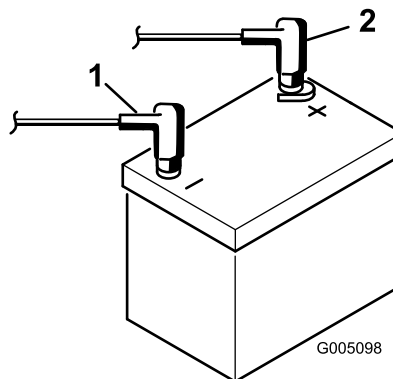

Рисунок 7
9. Установите положительный кабель (красный) на положительную клемму (+), а отрицательный кабель (черный) на отрицательную (-) клемму аккумуляторной батареи и закрепите их болтами и гайками (Рисунок 7). Наденьте на положительную клемму резиновый чехол для предотвращения возможного замыкания на массу.